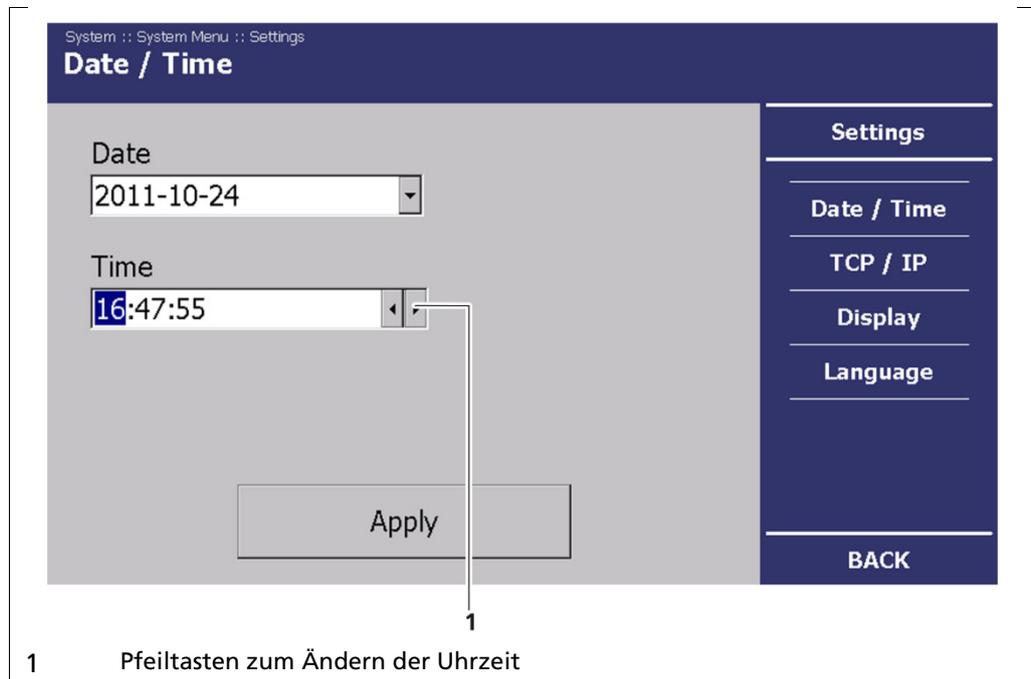

Abb. 26 Systemmenü, Einstellungen – Uhrzeit einstellen
1. Klicken im Anzeigefeld „Uhrzeit“ (Abb. 26, Pos. 1) auf die Zeiteinheit (Stunde, Minute, Sekunde), die Sie ändern wollen.
2. Ändern Sie die Zeit durch Klicken auf die Pfeiltasten (Abb. 26, Pos. 1) ein.